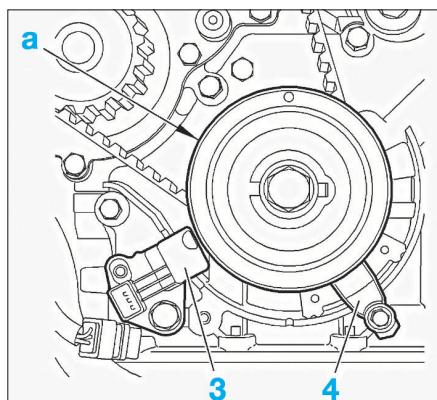

FIG. 27
- Déposer le capteur (3) (Fig.27) et la butée antidécalage (4).